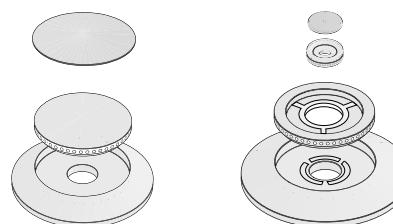

fig. 4
- Contrôlez régulièrement la position exacte des capuchons de brûleur sur les réceptacles des brûleurs: une position incorrecte peut engendrer un mauvais allumage, une combustion nuisible ou des dégâts aux capuchons (voir fig. 4).